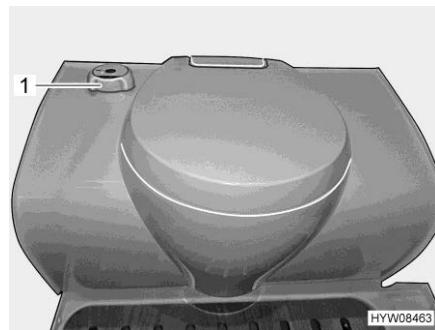

Fig. 164 Toilette Thetford
- Ruotare la maniglia girevole (Fig. 164,1) in senso antiorario.
- Ruotare la maniglia girevole (Fig. 164,1) in senso orario.